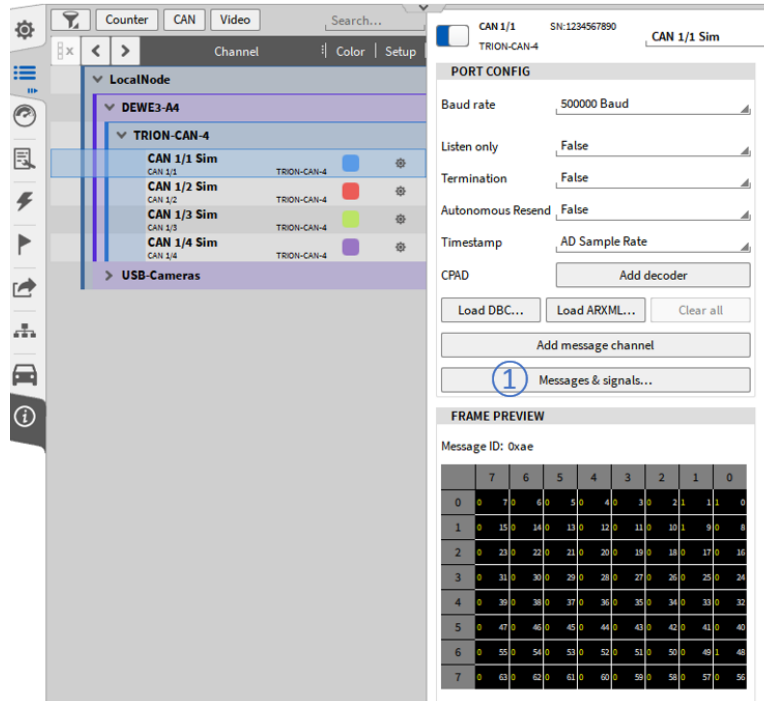

Abb. 7.211: CAN-Port-Konfiguration
Anstatt dbc- oder arxml-Dateien für die Datendekodierung zu verwenden, ist es auch möglich, CAN-Nachrichten und Signale manuell hinzuzufügen. OXYGEN stellt hierfür einen CAN-Editor zur Verfügung, der durch Drücken der *Messages & Signals...* Taste in der CAN-Port-Konfiguration (siehe ① in Abb. 7.211):